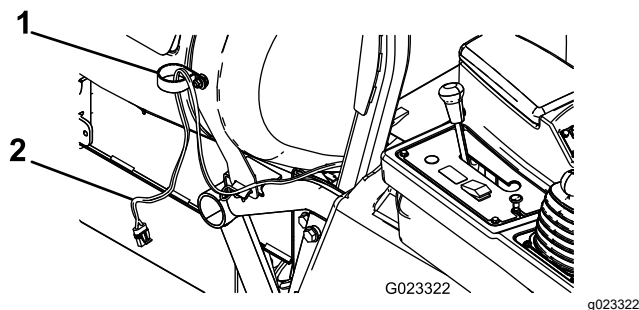

Figure 2
4. Fixez un petit collier en R sur le boulon de carrosserie au moyen d'un écrou à embase ($\frac{3}{8}$ "), comme illustré à la Figure 2.
5. Faites passer le côté dévidoir du faisceau de câblage dans le collier en R, comme montré à la Figure 2.